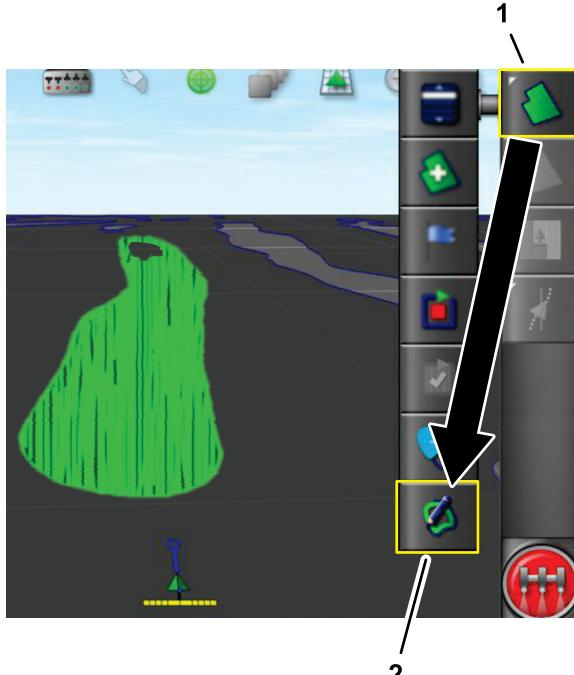

图 51
2. 按“场地”图标然后按“从覆盖范围创建边界”图标图 51。